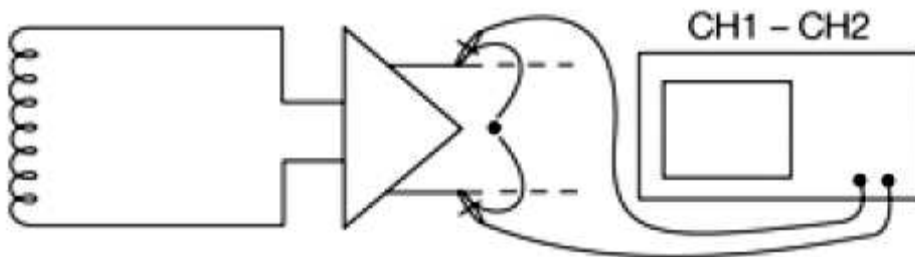

图3 使用两个探头测量，再利用示波器数学运算功能计算
- 1) 使用两个探头测量，再利用示波器数学运算功能计算，如图3